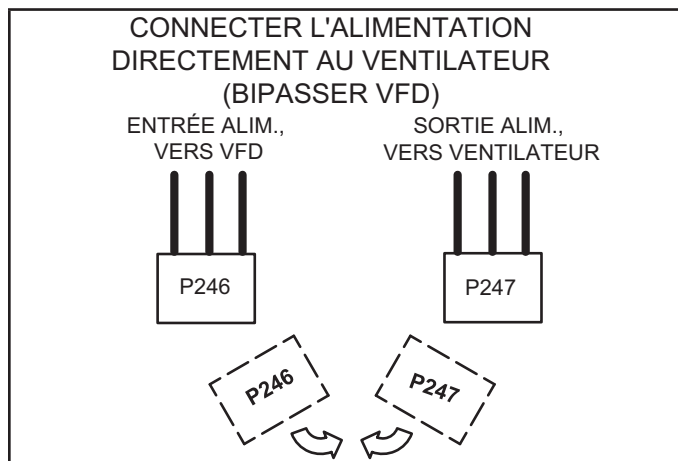

FIGURE 43
- 4 - Connecter P246 sur P247. Voir FIGURE 43.